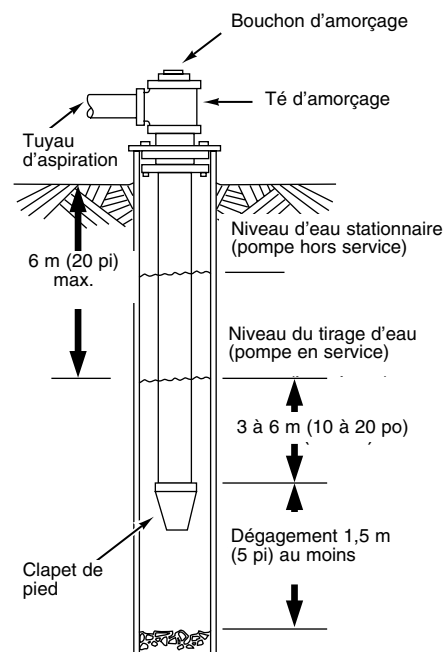

Figure 1: Installation de puits cuvelé creusé
- 5 ° Avec un clapet de pied, il est conseillé d'utiliser pour l'amorçage une connexion en té et un bouchon. (Fig. 1)
REMARQUE : Pour les longs chemins de câblage à l'horizontale, monter une connexion d'amorçage en té entre le clapet de retenue et la tête du puits (Fig. 1). Pour les installations par points de puisage menés, installer un clapet de retenue sur la tuyauterie. Vérifier si la flèche indiquant le flux du débit sur le clapet de retenue est orientée **en direction** de la pompe.